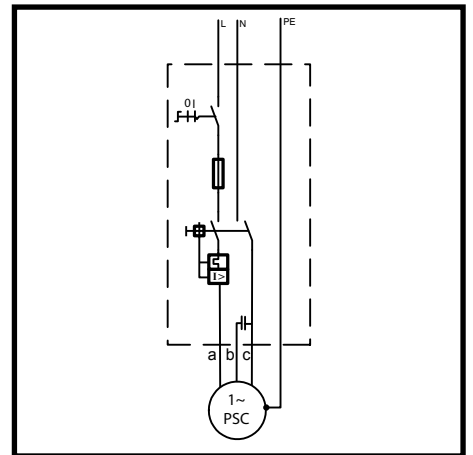

Fig.: 18
4. Aço inoxidável especial PSC (Fig.: 18)